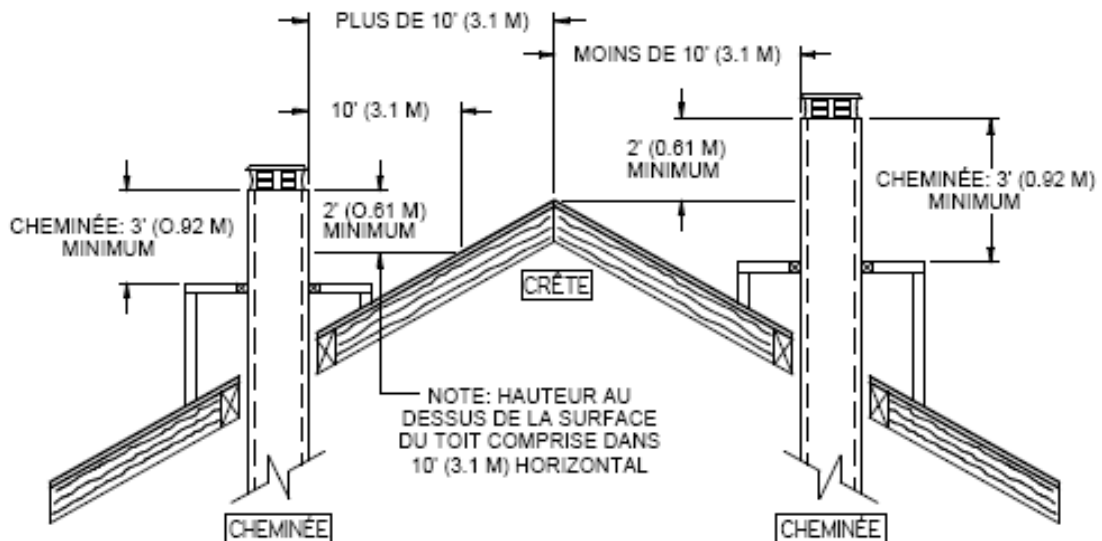

Figure 36c
12. Lorsque vous construisez un habillage de cheminée sur le toit, la cheminée doit dépasser d'au moins 3 pieds (92 cm) au-dessus de l'habillage de cheminée et d'au moins 2 pieds (61 cm) tout mur, toit ou édifice situé à moins de 10 pieds (3,1 m). Consultez les figures **Figure 36c** et **36d** pour déterminer la configuration qui s'applique à votre toit (toit en pente ou plat et distance entre la cheminée et le point le plus élevé du toit et/ou la cheminée la plus proche.)